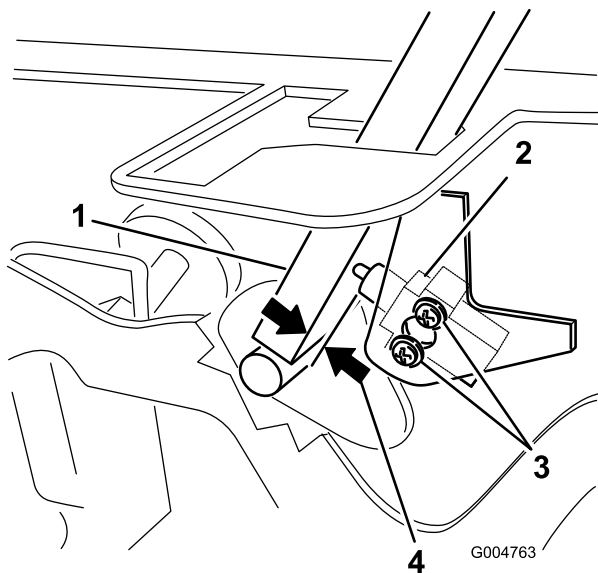

図 48
3. インタロックスイッチを固定しているねじ2本を取り外す 図 48。
4. コントロールレバーをフレームに押し付けた状態でスイッチをレバーの方へ移動させて、図 48 のようにレバーとスイッチボディとの距離を 0.4-1 mm に調整する。